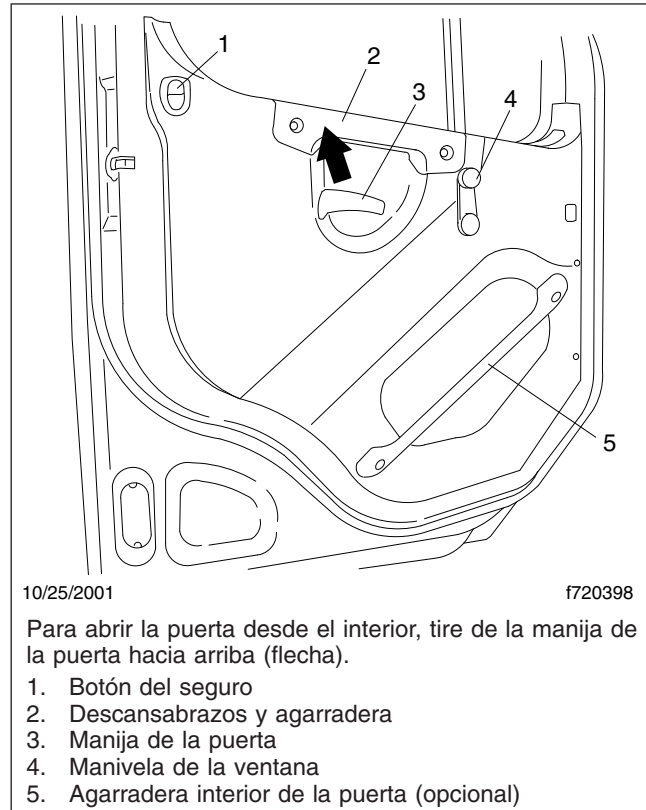

Figura 2.2, Interior de la puerta
- Empuje para abajo el botón del seguro (**Figura 2.2**). Cierre la puerta.